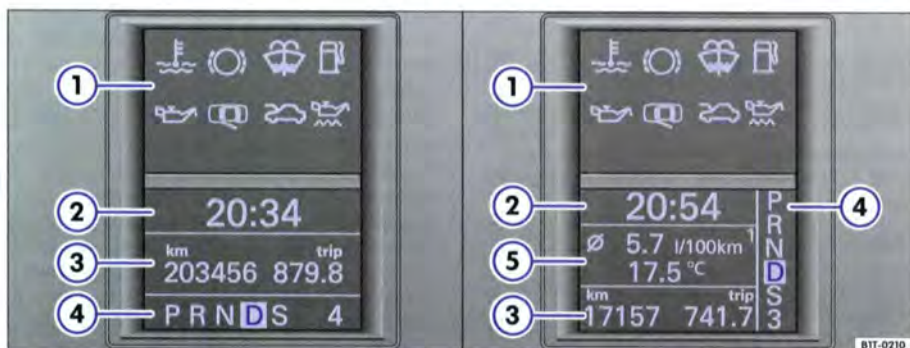
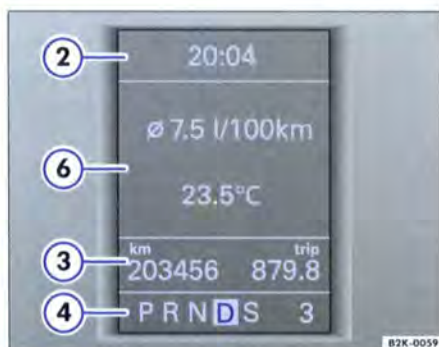

Fig. 7 Afficheurs de combiné d'instruments : à gauche sans indicateur multifonction, à droite avec indicateur multifonction
Fig. 8 Afficheur dans le combiné d'instruments : indicateur multifonction sur les véhicules avec système de navigation ou chauffage stationnaire
Le totalisateur situé à gauche ⇒ page 11, fig. 7, ⇒ fig. 8 ③ sur l'afficheur enregistre la distance totale parcourue par le véhicule.